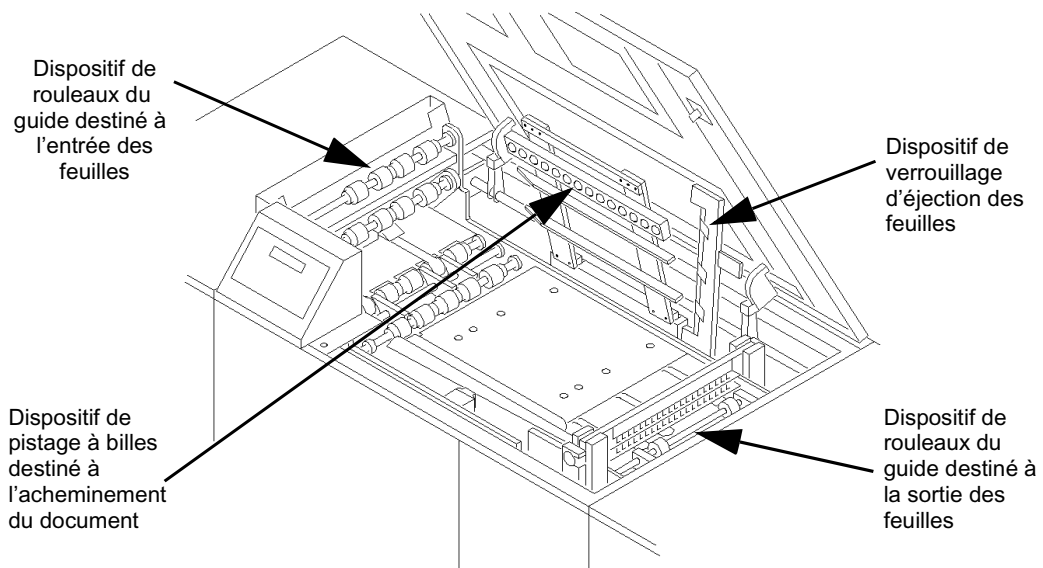

Figure 4-2: Les composants internes de l'acheminement du papier
- 3 Ouvrez (soulevez) le dispositif de rouleaux du guide d'entrée destiné à l'entrée des feuilles, voir Figure 4-2. Nettoyez les rouleaux à l'aide d'alcool à 90 % et d'un chiffon non-pelucheux propre. Nettoyez également toutes les accumulations de poussière de papier ou de toner sous la plaque qui sert de base.
- 4 Ouvrez (soulevez) le dispositif de pistage à billes destiné à l'acheminement du document, voir Figure 4-2. Nettoyez la ceinture verte se trouvant en-dessous des pistes à billes, les deux réflecteurs du détecteur et les deux détecteurs (en-dessous des orifices de la plaque qui sert de base) à l'aide d'alcool à 90 % et d'un chiffon non-pelucheux propre. Nettoyez également toutes les accumulations de poussière de papier ou de toner sous la plaque qui sert de base.